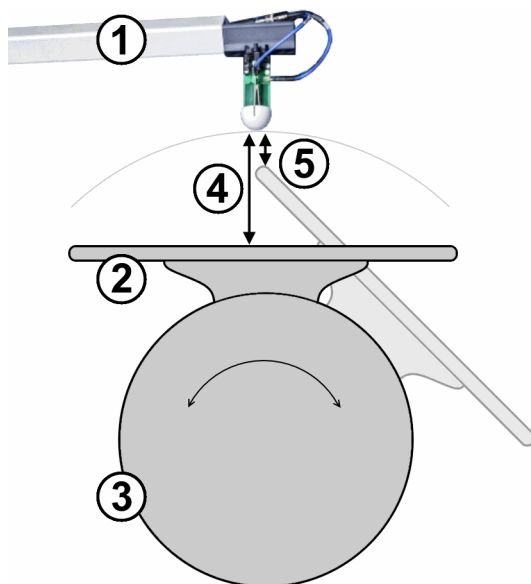

Figure 7-9 : Vue de dessus du plateau rotatif avec support PCB monté et bras d'antenne à proximité
- La position d'azimut, comme indiqué dans Figure 7-9